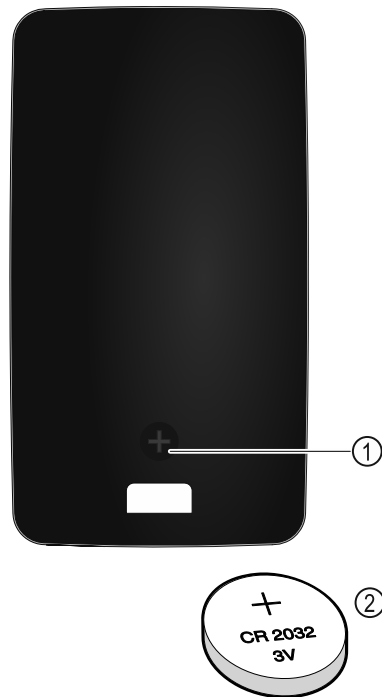

Fig. 229
Strømforsyningen til fjernkontrollen skjer via et batteri av type CR 2032 med 3 V Fig. 229 (2), som kan kjøpes i faghandelen.
- ▶ Skru ut skruen Fig. 229 (1) på baksiden av fjernkontrollen.